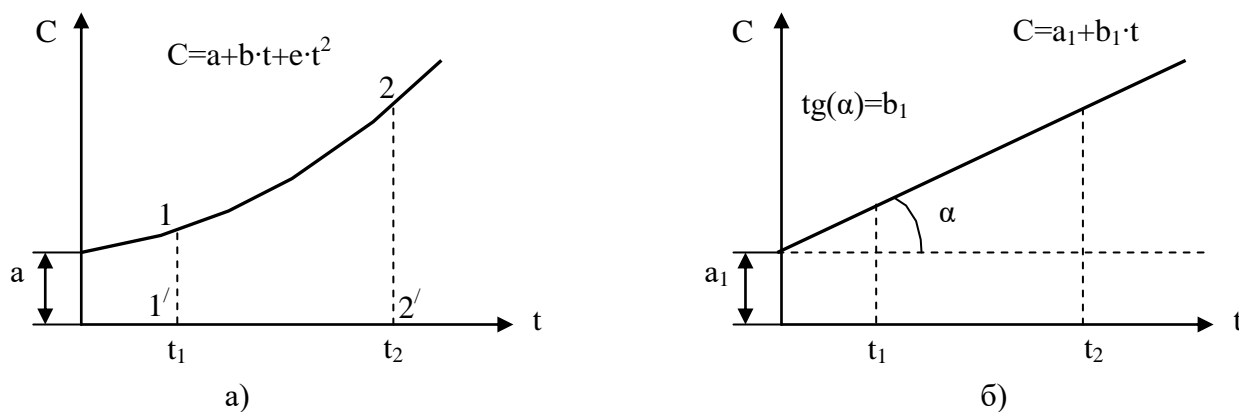

Рис. 2 Графики истинной теплоемкости:
Если зависимости, определяемые уравнениями (5) и (6) выразить графически, то для первого уравнения мы получим кривую (рис.2а), а для второго прямую (рис.2б).